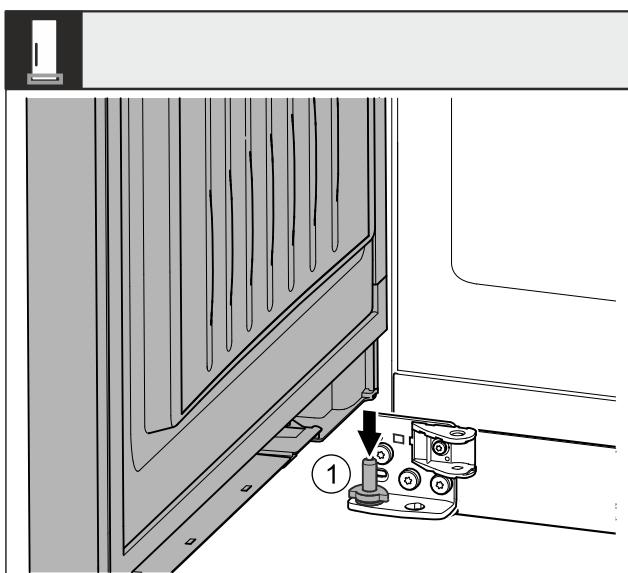

Fig. 43 \*
- Tür von oben auf den unteren Lagerbolzen Fig. 43 (1) aufsetzen.\*